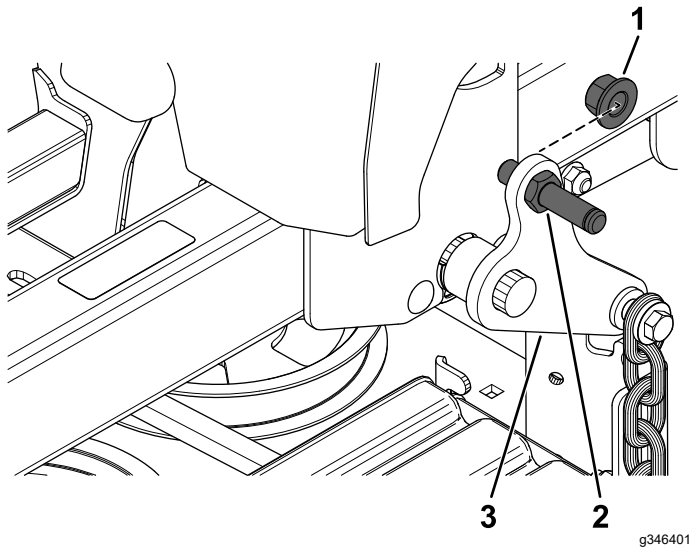

Figure 9
1. Fixez l'axe de pivot dans le bras de levage de plateau arrière à l'aide de 1 contre-écrou (1/2"), comme montré à la Figure 9.